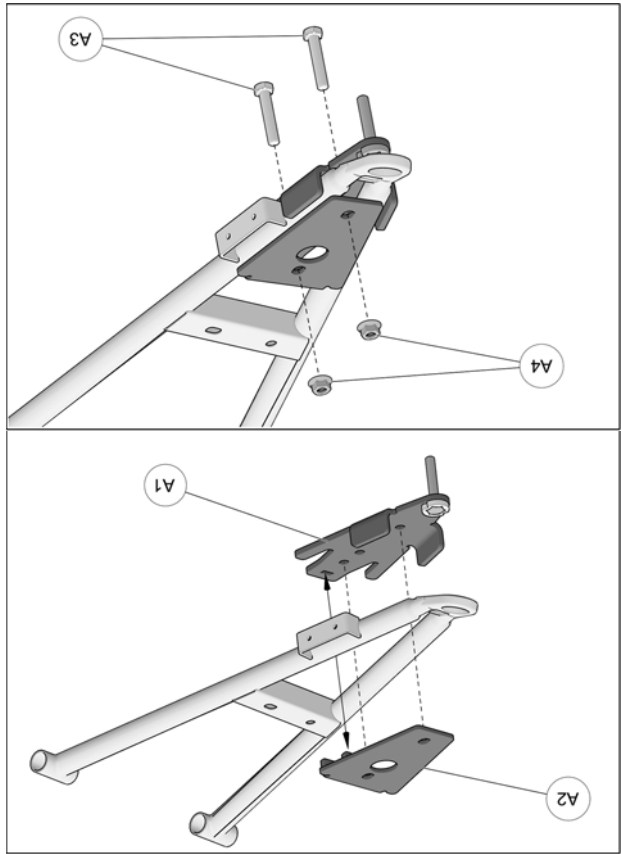

Fig. 16
6. Positionner la partie inférieure de l'ancrage anti-rotation (A1) sous le bras de suspension inférieur. Positionner la partie supérieure (A2) au-dessus du bras de suspension de façon à ce que le trou de la partie supérieure s'aligne avec celui au milieu de la partie inférieure. Insérer les boulons M10x50mm (A3) par le dessus de l'ancrage. Assembler les deux parties avec les écrous (A4) fournis. Serrer l'assemblage à un couple de 50 N•m [37 lb•pi]. Voir la Fig. 16